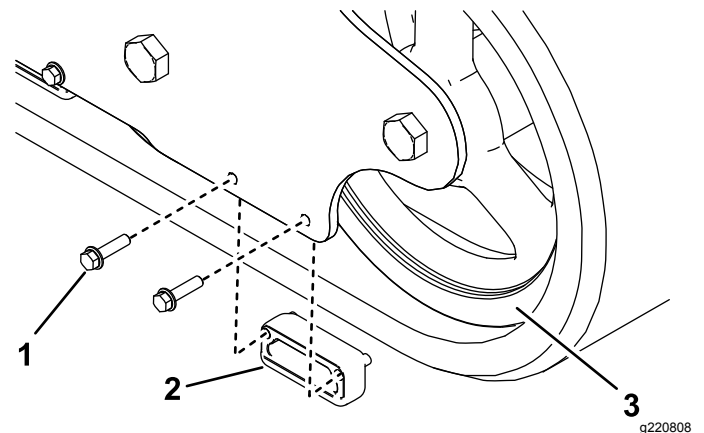

Figura 1
1. Retire los 2 pernos existentes y la pletina de desgaste delantera exterior (**Figura 1**).